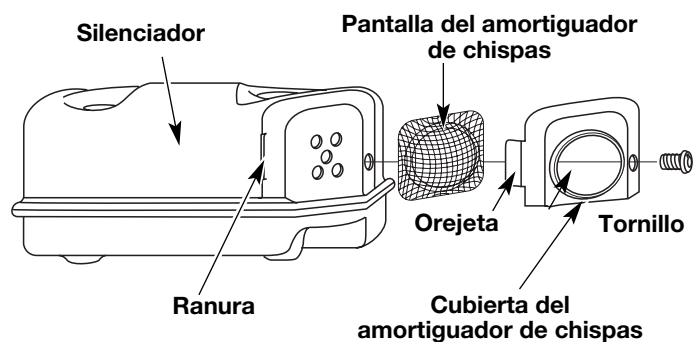

Fig. 24
2. Con un destornillador de vástago plano o broca Torx T20, saque el tornillo que conecta la cubierta del amortiguador de chispas al silenciador (Fig. 24).